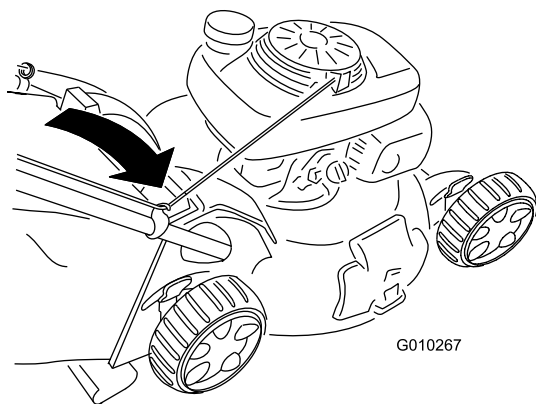

Figura 32
2. Pase la cuerda del arrancador alrededor de la guía de cuerda inferior (Figura 32).